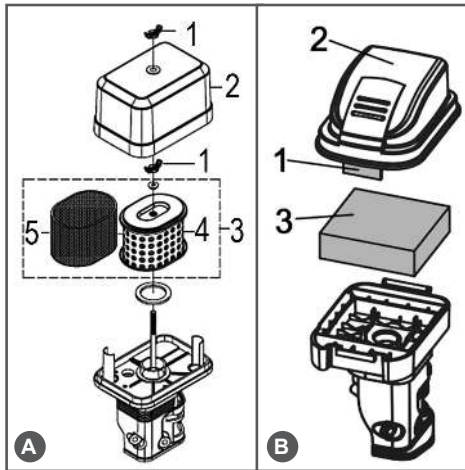

Рис. 10 Обслуживание воздушного фильтра
- тра) (Рис. 10 п. 1) и снимите крышку воздушного фильтра (Рис. 10 п. 2).
2. Извлеките из корпуса воздушный фильтр (Рис. 10 п. 3).
- Поролоновый (предварительный) фильтрующий элемент тип «А» (Рис. 10А п. 5) установлен на корпусе бумажного фильтрующего элемента (Рис. 10А п. 4).
4. При незначительном загрязнении промойте поролоновый фильтр (Рис. 10А п. 5 и Рис. 10В п. 3) теплым мыльным раствором и просушите. Поврежденный или сильно загрязненный поролоновый фильтр замените. 5. Воздушный фильтр тип «В» - поролоновый (Рис. 10В п. 3) смочите специальным или чистым моторным маслом, после чего отожмите излишки масла.
Бумажный фильтрующий элемент (Рис. 10А п. 4) не подлежит очистке, необходима его замена. Не продувайте бумажный фильтрующий элемент сжатым воздухом, не промывайте его в бензине и других растворителях. Эксплуатация двигателя с грязным или поврежденным воздушным фильтром, или без воздушного фильтра приведет к попаданию грязи и пыли в карбюратор и двигатель, что в свою очередь, станет причиной его быстрого износа. Двигатель в этом случае не подлежит ремонту по гарантии.